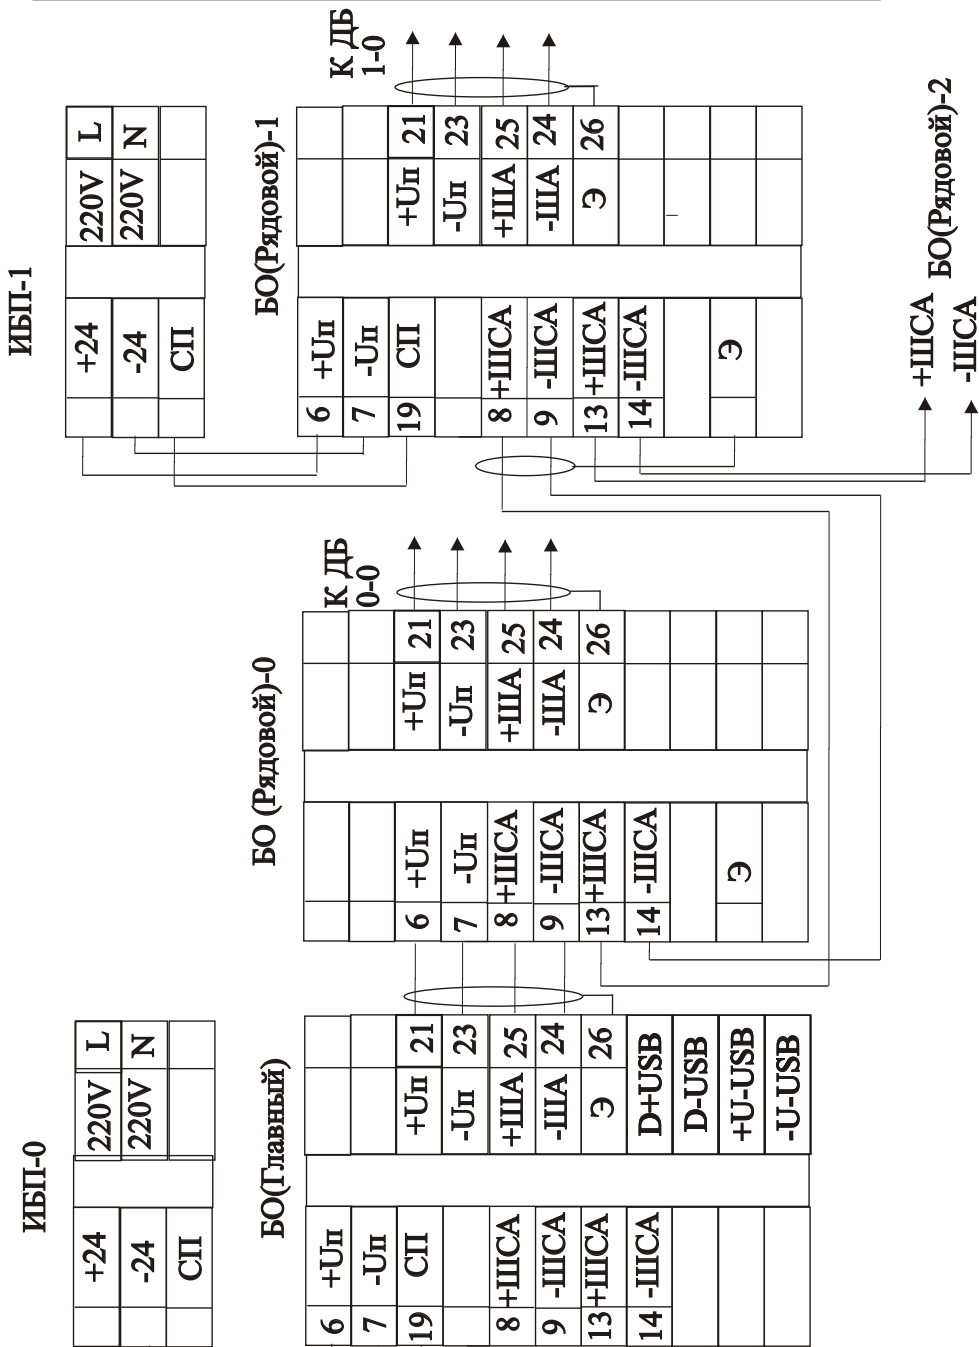

Рис. 6. Схема адресно-аналоговой системы с одним БО в режиме "главный" и 240 ДБ
2.2.14 Для организации адресно-аналоговой системы и использовании в качестве верхнего уровня одного БО в режиме “главный” произвести подключение по рис.6. На верхний уровень в диспетчерский пункт будет поступать полная информация о состоянии каждого детекторного блока, с отображением на персональном компьютере,